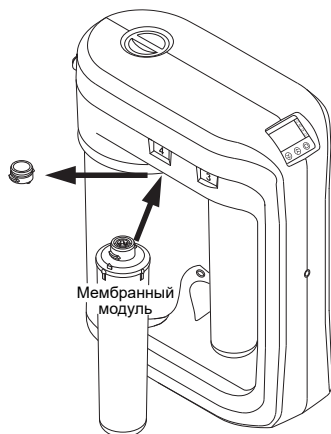

Рис. 12
- Удалите из гнезда блока обратноосмотической мембраны сервисную заглушку и установите на ее место мембранный модуль, как показано на рис. 12.